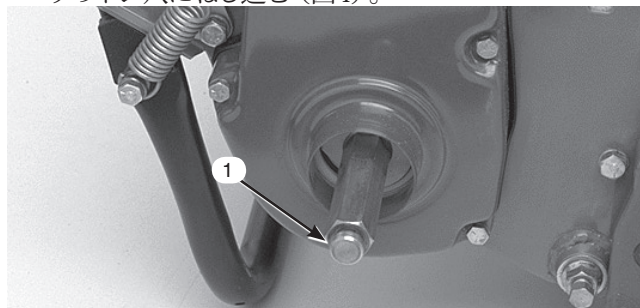

図4
3. 右側ホイール・シャフトを機体の右側にある駆動プーリのネジ穴にねじ込む(図4)。